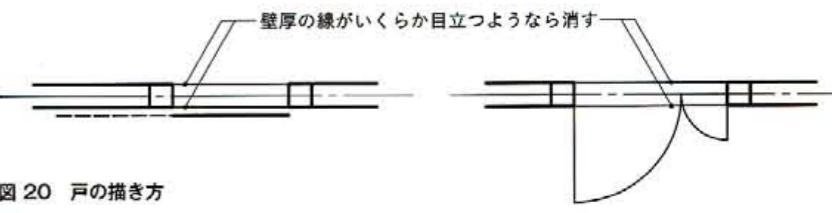

図20 戸の描き方
(2) 第3の段階で描いた戸の部分の壁厚の線は仮線であるため、あらためて消す必要はないが、もしいくらか目立つようなら消し板を使って消しゴムで消す【図20】。
(3) 前の第2～4の段階はこの第5の段階の作業を容易に、かつ一気に完成させるための仮線による下書きの段階である。